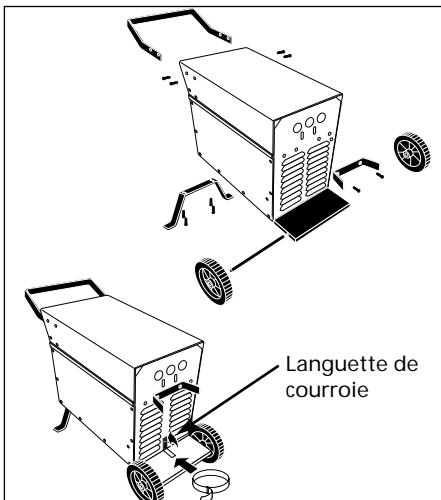

Figure 2 - Montage WG3020
1. Aligner les trous de la poignée à l'intérieur des trous de la porte arrière (tel qu'illustré à la Figure 2).